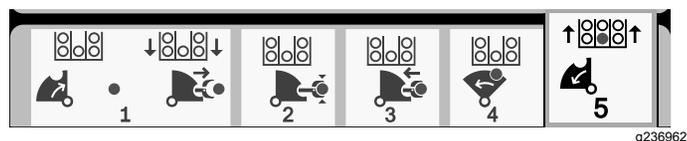

Figura 25
- Suelte el botón para continuar con el paso siguiente de la secuencia (Figura 25).